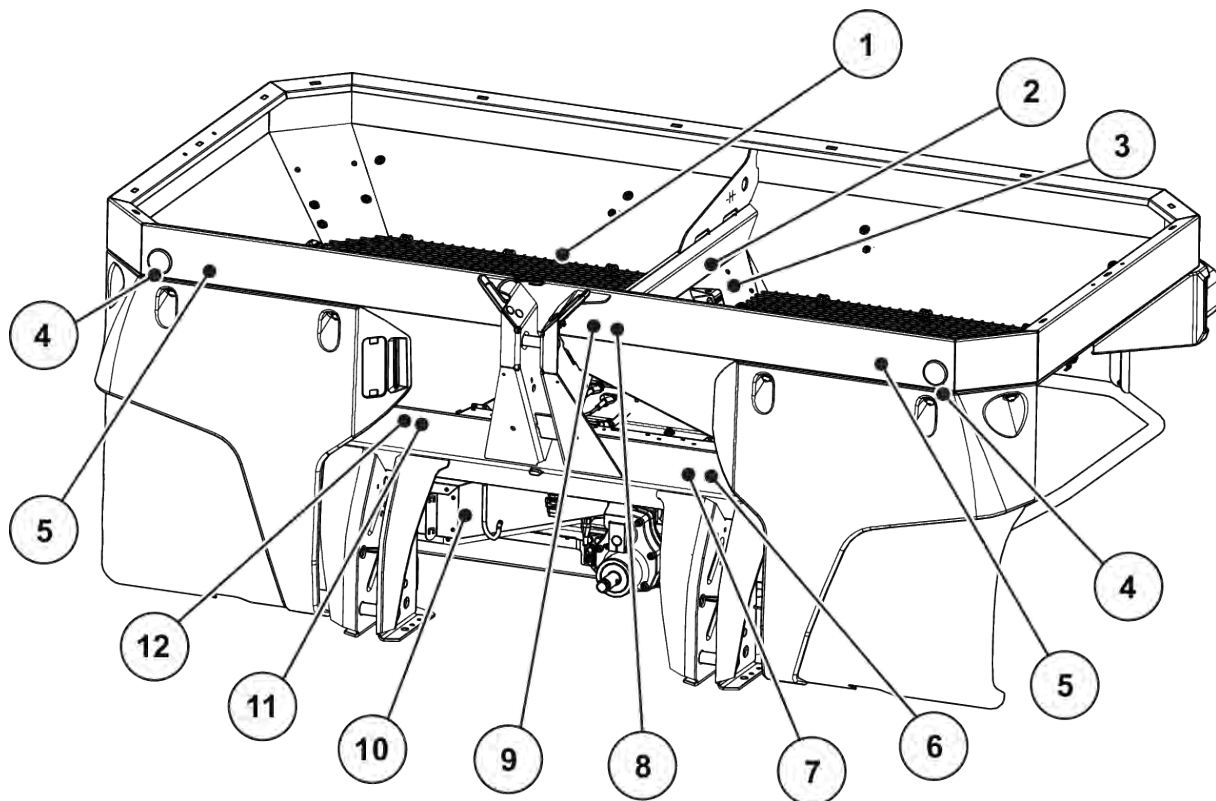

Рис. 2: Захисне обладнання, наклейки з попередженнями та вказівками, спереду
На заводі машина обладнується пристроєм освітлення та розпізнавальними засобами спереду, ззаду та з боків (їхнє розташування на машині наведено тут: *Рис. 2 Захисне обладнання, наклейки з попередженнями та вказівками, спереду*).
- Захисне обладнання - див.. *Рис. 2 Захисне обладнання, наклейки з попередженнями та вказівками, спереду*